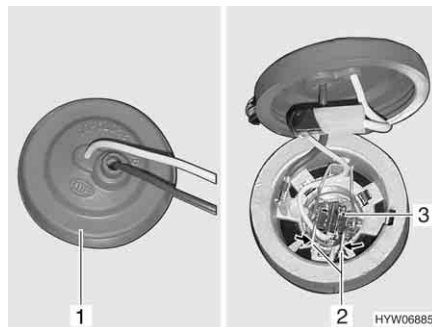

Bild 287 Dimljus
- Handen förs in bakom dimljuset och gummiplattan (Bild 287,1) tas av från lamphuset.
- Metallbygeln (Bild 287,2) trycks ihop och tas ur hållaren.
- Ta ut glödlampan (Bild 287,3) med kabel ur lamphuset.